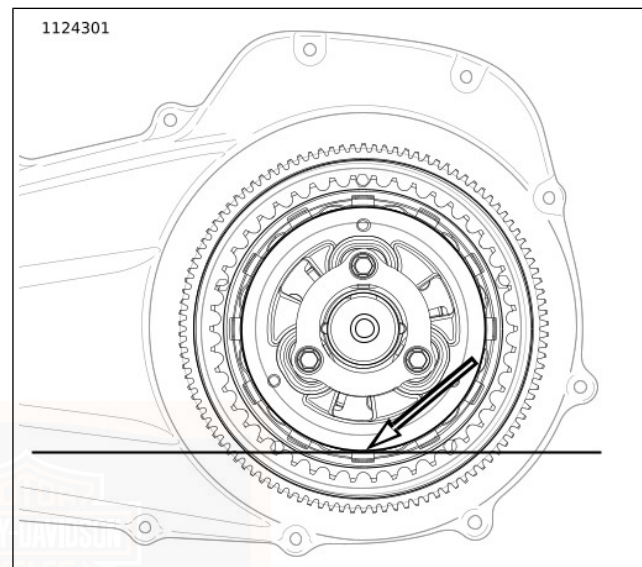

Figura 71. Livello dell'olio della trasmissione primaria
- Vedere Figura 71 . Il livello corretto è circa in fondo al diametro esterno del piatto spingidisco.